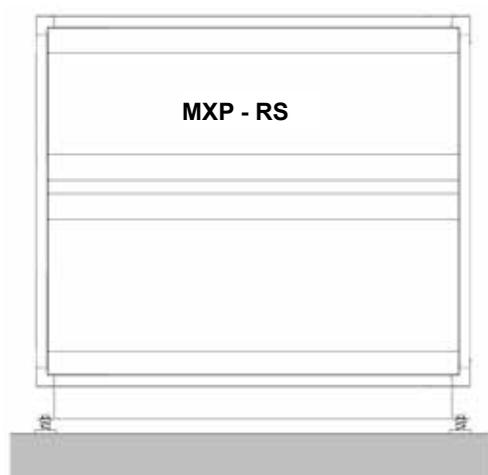

fig. 1
- Posizionare l'unità su di una struttura solida adeguata al peso della macchina; interporre sempre opportuni sistemi flessibili e smorzanti tra unità e struttura di supporto (si veda fig. 1). Evitare le connessioni rigide, fonte di trasmissione meccanica delle vibrazioni